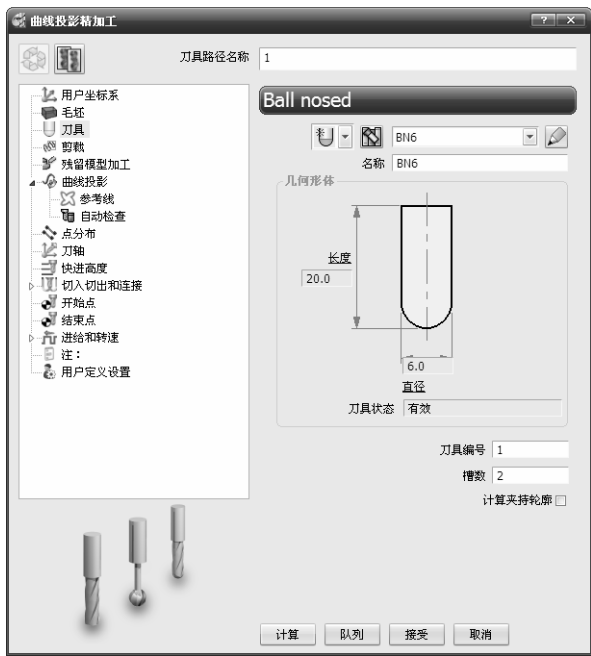

图 2-247 “曲线投影精加工”对话框
4) 单击主工具栏上的“刀具路径策略”按钮，弹出“策略选取器”对话框，单击“精加工”选项卡，选中“曲线投影精加工”选项，单击“接受”按钮，弹出“曲线投影精加工”对话框，如图 2-247 所示。